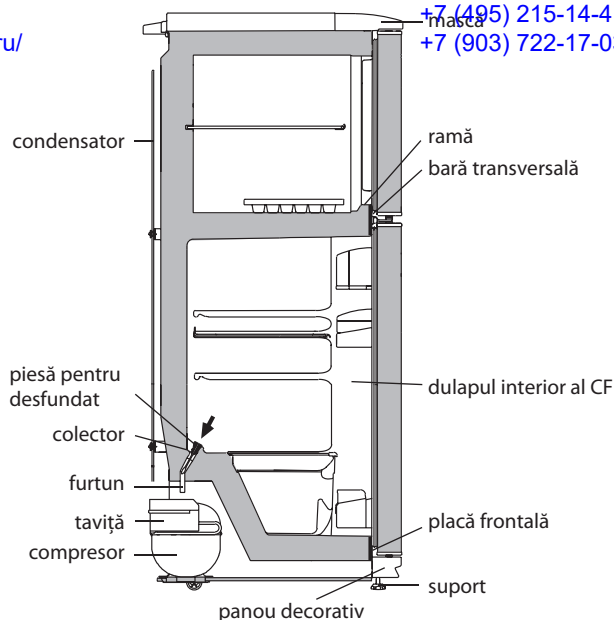

Figura 4 — Schema scurgerii apei provenite din dezghețarea CF
2.2.1 În CF funcționează un sistem automat de dezghețare. Bruma, care apare pe perețele din spate a CF, după deconectarea compresorului care lucrează în ciclu, se topește și se transformă în picături de apă. Picăturile de apă provenită din dezghețare se scurg în colector, apoi prin gaura acestuia și prin furtun - în taviță de pe compresor, în conformitate cu figura 4 și se evaporă.
Prezența apei în colector indică înfundarea sistemului de drenaj. Pentru eliminarea înfundării folosiți piesa corespunzătoare și curățați gaura colectorului, astfel ca apa să se scurgă liber în taviță, apoi spălați piesa și instalați-o în conformitate cu figura 4.
SE INTERZICE să exploatați frigiderul cu sistemul de scurgere înfundat. Apa care a apărut pe fundul CF sau care a ajuns în locul de alăturare a barei transversale și a dulapului interior al CF, în conformitate cu figura 4, poate provoca coroziunea dulapului exterior al frigiderului și elementelor agregatului
ATENȚIE! Nu permiteți scurgerea apei provenite din dezgheț din CC la decongelarea și curățarea acestuia, deoarece ea, pătrunzând în locul de alăturare a barei transversale și a ramei CC, în conformitate cu figura 4, poate provoca coroziunea dulapului exterior al frigiderului și a elementelor agregatului frigorific, defectarea izolației termice, formarea crăpăturilor ramei și defecțiunea dulapului frigiderului.